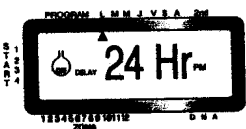

Ilustración 15: Pantalla que muestra la demora de lluvia
- ◆ Para cancelar el modo de demora de lluvia, oprima BORRAR [Vea la ilustración 15].